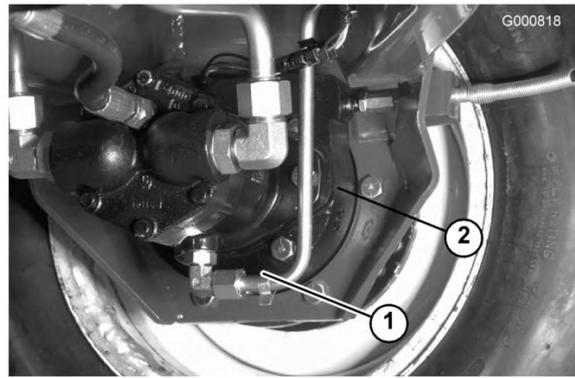

Bild 67
2. Entfernen Sie die Schraube (Bild 66) vom Planetengetriebe und die Prüfschraube an der Rückseite der Bremse (Bild 67).